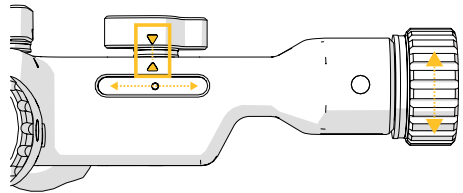

Figura 2: Ajustar a roda para alinhamento da seta.
3. Ajuste os dispositivos de ajuste linear para que as setas assinaladas na figura 2 coincidam. A posição nominal do braço é alcançada alinhando as cabeças em forma de seta.